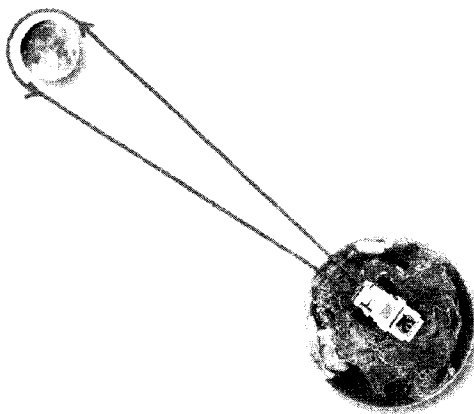

Рис. 29. Схема задания «Обратная сторона Луны»
3. Составьте программу, имитирующую полет станции «Луна-3» (рис. 29). Используйте на мобильном телефоне режим видеосъемки.